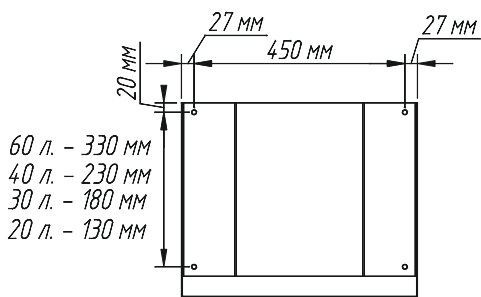
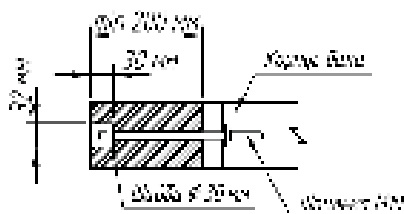

Рис. 2
Рис. 3
- 2 Определите место установки обливного устройства с учетом его веса, габаритов и несущей способности стены, на которую оно будет установлено, разметьте места установки анкеров для подвеса обливного устройства (см. рис. 2, рис. 3). (Анкера в комплект поставки не входят, и подбираются потребителем самостоятельно в зависимости от толщины стены на которую будет смонтировано обливное устройство)
- 4 Установите поплавковый клапан в бак обливного устройства и с его помощью выполните регулировку уровня воды как показано на рис. 3
- 5 Надежно закрепите обливное устройство на стене при помощи 4 анкеров из шпильки M10 с гайками (см. рис. 3)